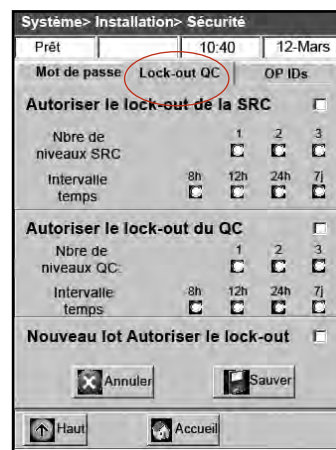

Figure H-21 : Écran “Système> Configuration> Sécurité”
- Sélectionnez l’onglet “**Verrouillage CQ**” (Figure H-21).